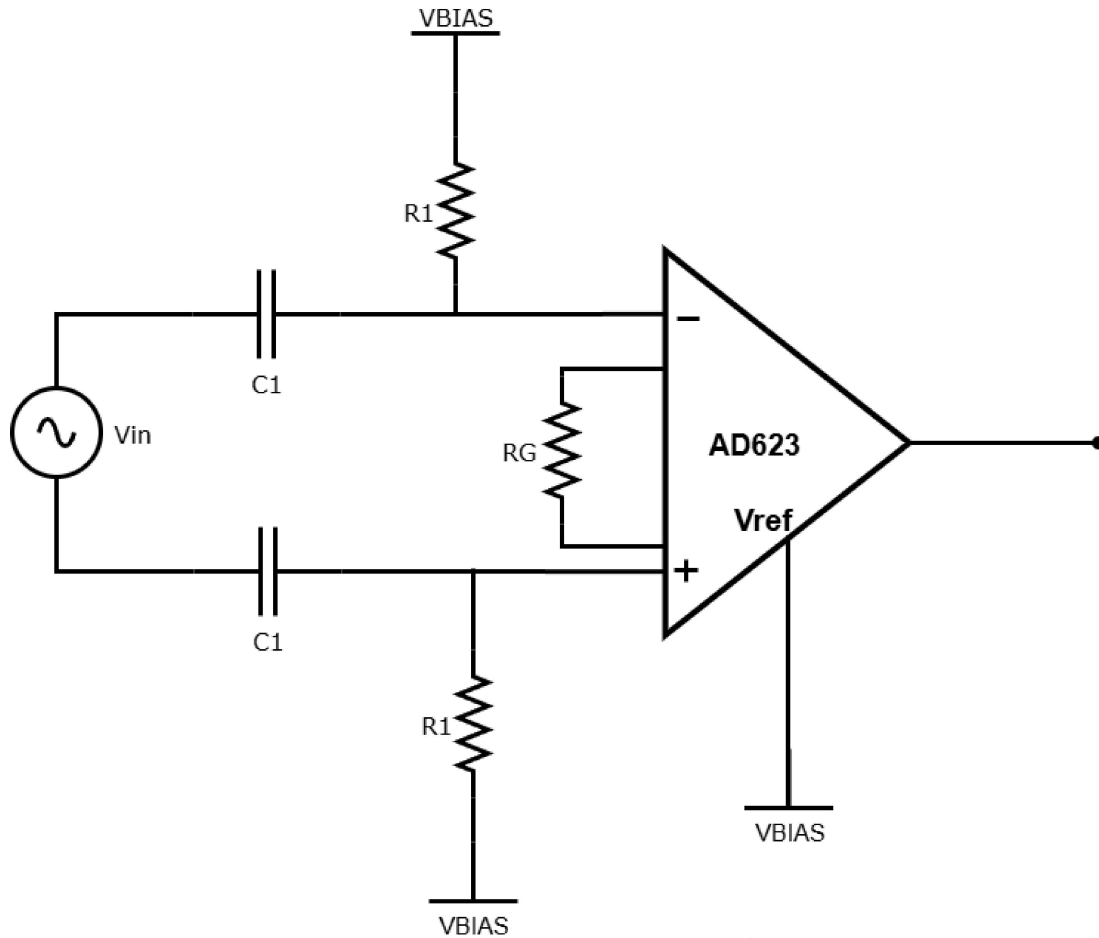

Figura 3. Etapa de entrada del bloque analógico
En esta parte se diseñará el filtro pasa-altos de la entrada, utilizando el amplificador de instrumentación con ganancia variable AD623 como en el circuito de la figura 3. Considere $V_{DD} = 3.3V$, y $V_{BIAS} = 1.65 V$.
1. Simule el circuito de la figura 3 usando LTSpice. Para el AD623, use el modelo disponible en el EVA del curso.
1. Arme el circuito de la figura 3 en una protoboard. Para fijar el valor de V_{BIAS} , use uno de los amplificadores del TLV274 en configuración seguidor, con un divisor resistivo.